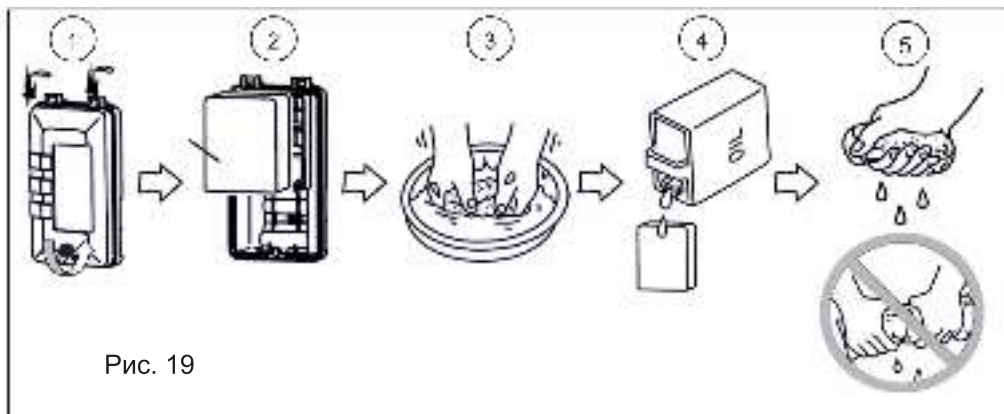

Рис. 19
6. Установите электростанцию на горизонтальной поверхности и залейте новое моторное масло рекомендованное производителем до нижней кромки маслозаливной горловины (рис. 19);
1. Снимите крышку воздушного фильтра, открутив винт крепления крышки (рис. 19)